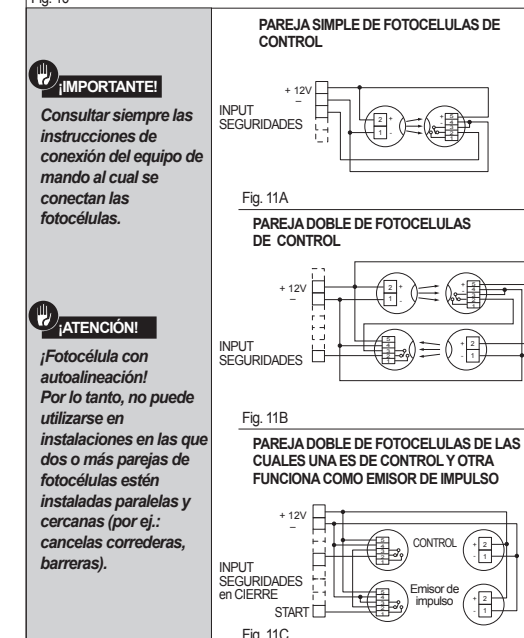

Fig. 11
- Je nach gewünschter Einsatzart der Lichtschranken die in Abb.11 A,B,C dargestellten Anschlussbilder verwenden; hierbei auch die entsprechenden Anleitungen der Steuerung befolgen.